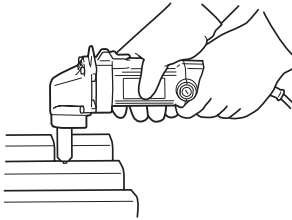
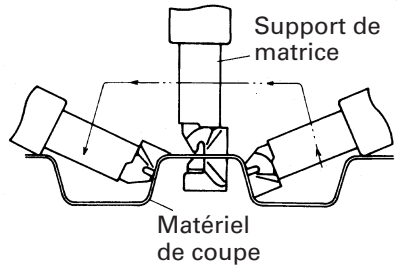

Fig. 5
Fig. 6
- (2) Maintenir la machine fermement avec les deux mains comme montré dans Fig. 5. Aligner avec la forme de la plaque trapézoïdale, et pousser la machine vers l'avant jusqu'à ce que le support du moule soit à angle droit comme montré dans la Fig. 6 et effectuer la coupe.